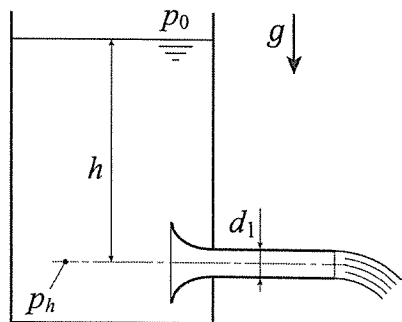

図 1.1
(1) 図1.1のように、直径の十分に大きな円筒容器の壁面に内径 d_1 の円管が水平に接続されており、容器内の液体が円管の終端から大気中に流出している。液体は円管に滑らかに損失なく流入するものとする。円管中心軸の液面から深さを h とする。このとき、以下の設問に答えよ。